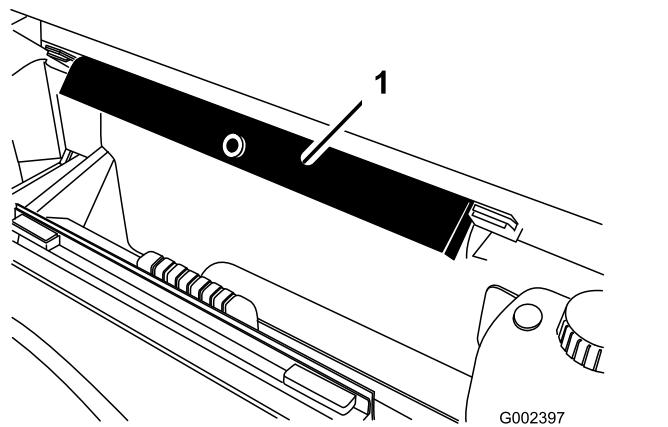

Figure 11
8. Sortez la bêquille de sécurité des supports de rangement au dos du panneau de la structure ROPS (Figure 11).